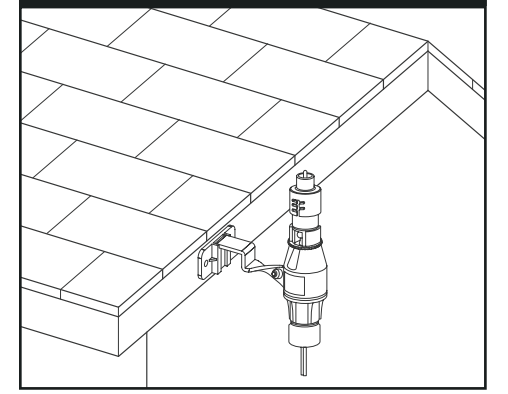

FIGURA 2: Cableado
A. Sólo válvulas de solenoide de 24 voltios (sin bomba de refuerzo) (vea la figura 2). Con los dos cables del sensor de lluvia en el controlador, localice el cable de tierra común de las válvulas de solenoide. Desconéctelo si está conectado al terminal común del controlador. Conecte un cable del sensor de lluvia al terminal común (usualmente rotulado "COM") del controlador. Conecte el otro cable del sensor de lluvia al cable común que va a las válvulas. **Nota:** El cable común que va a las válvulas no tiene que ser interrumpido en el controlador. El sensor de lluvia puede cablearse en cualquier punto del cable común.